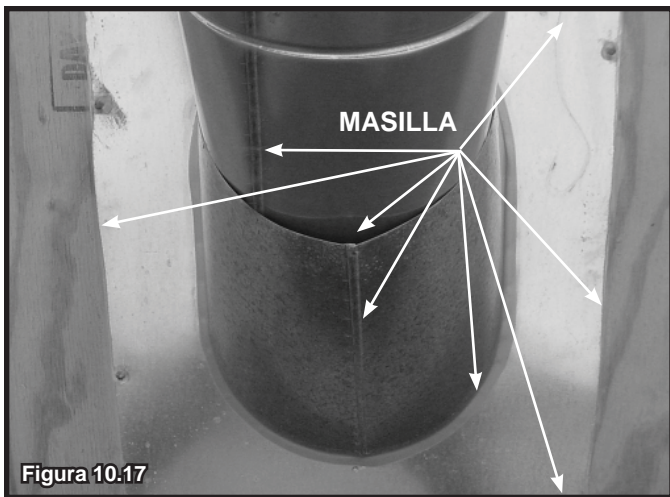

Figura 10.17
- Deslice el tapajuntas para tejados sobre las secciones de conducto que se extienden por arriba del tejado como se muestra en la Figura 10.17.